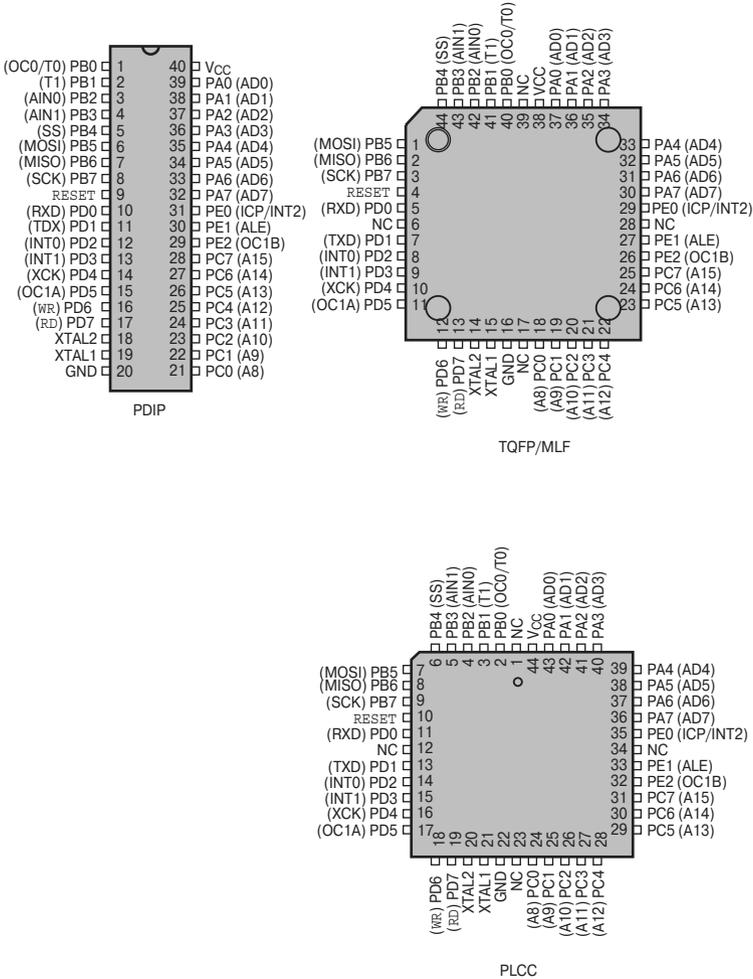

Рис. 2.2. Расположение выводов (вид сверху) моделей ATmega8515(L)
- ATmega8515, ATmega8515L (**Рис. 2.2**) имеют FLASH-память программ объемом 8 Кбайт, ОЗУ объемом 512 байт (с возможностью подключения внешнего ОЗУ объемом до 64 Кбайт) и EEPROM-память данных объемом 512 байт. Максимальное количество контактов ввода/вывода равно 35;